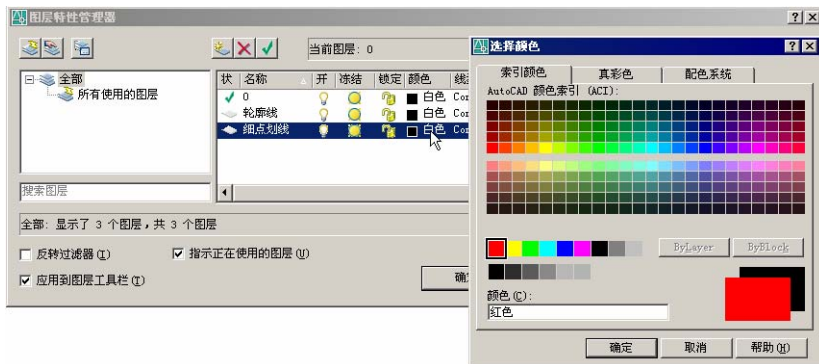

图 2-5
⑦ 创建“细点划线”图层。在【图层特性管理器】对话框中，单击【新建图层】按钮，在【名称】文本框中输入图层的名称“细点划线”，完成后按【Enter】键。
⑧ 设置“细点划线”图层的颜色。单击【颜色】栏中的【白色】选项，弹出【选择颜色】对话框，从中选择【红色】图标，如图 2-5 所示，完成后单击【选择颜色】对话框的【确定】按钮。